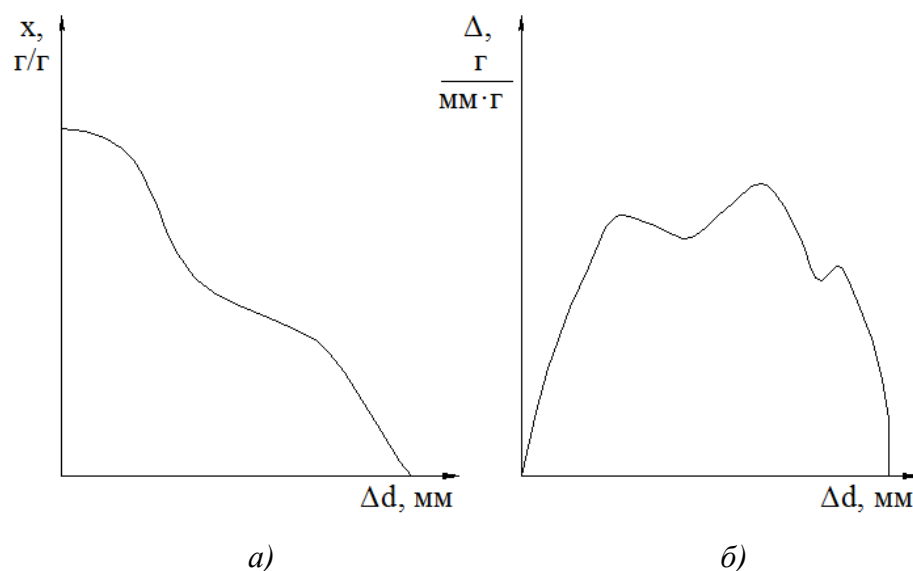

Рис. 6 Суммарная кривая распределения (а) и кривая плотности распределения (б)
4. По результатам расчета строят суммарную кривую распределения частиц и кривую плотности распределения (см. рис. 6).